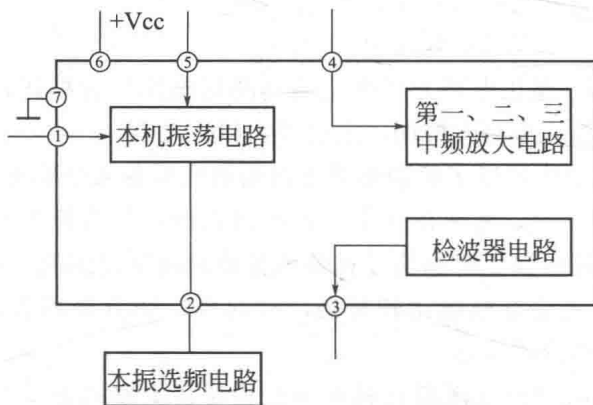

图 1-5 某型号收音机中集成电路的内电路方框图
③ 集成电路的内电路方框图 集成电路内电路十分复杂，在许多情况下用方框图来表示集成电路内电路的组成情况更益于识图。从中可以了解到集成电路的组成、有关引脚的作用等识图信息，对分析该集成电路的应用电路是十分有用的。如图 1-5 所示的某型号收音机中集成电路的内电路方框图。